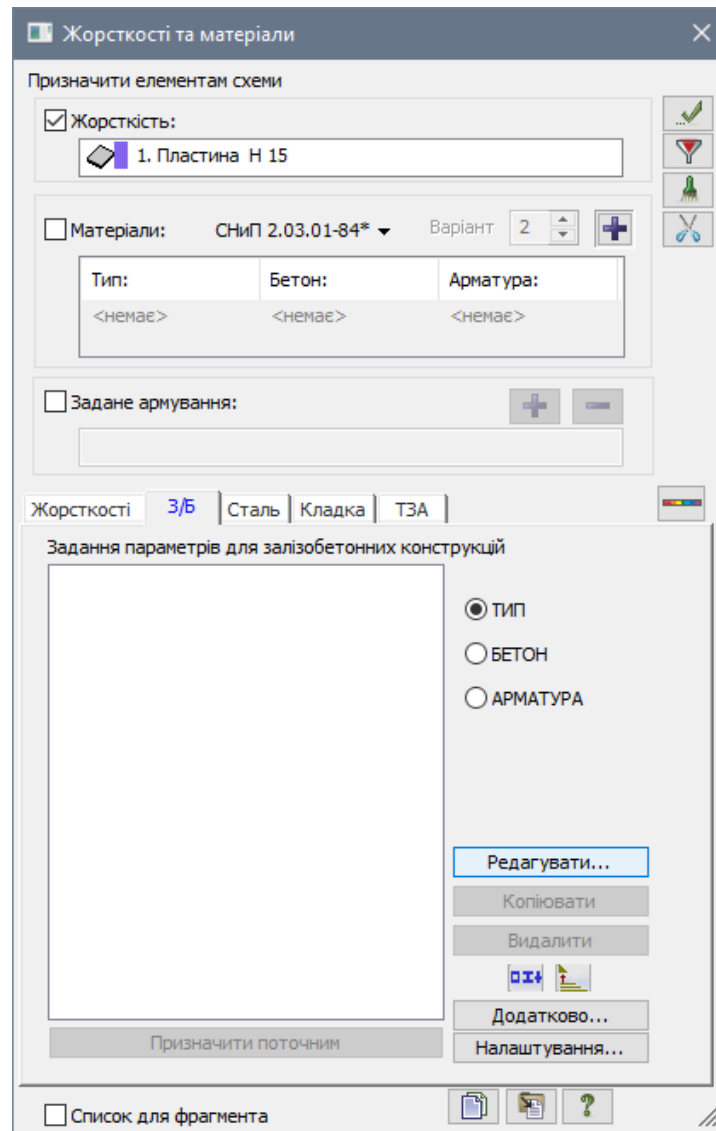

Рис. 2.10. Діалогове вікно Жорсткості та матеріали (на закладці З/Б)
- При увімкненій радіо-кнопці **Тип** натисніть на кнопку **Редагувати** (рис. 2.10).